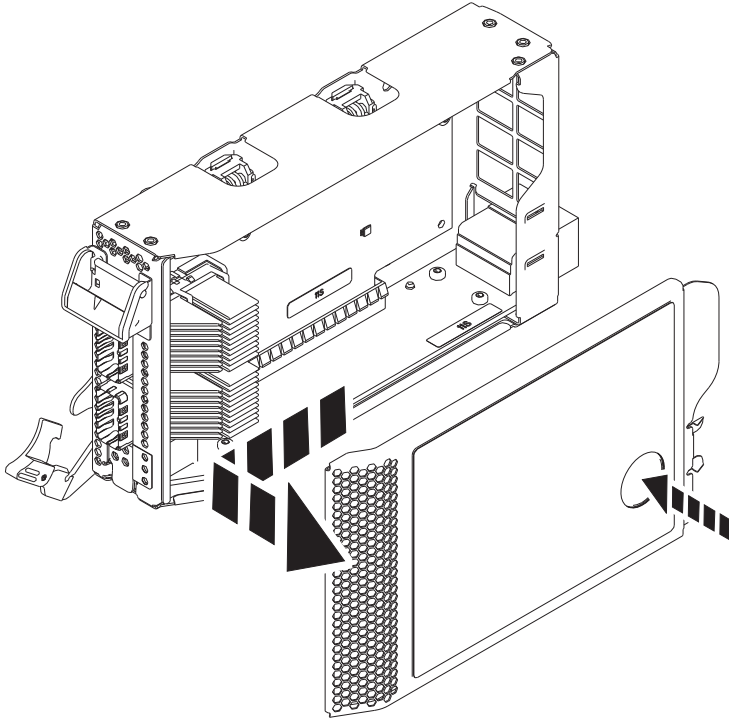

Figura 27. Extracción de la cubierta de la casete de adaptador PCIe
- a. Presione el botón de terracota de la cubierta de la casete como se muestra en la Figura 27 en la página 28 para desenganchar la cubierta de la casete.